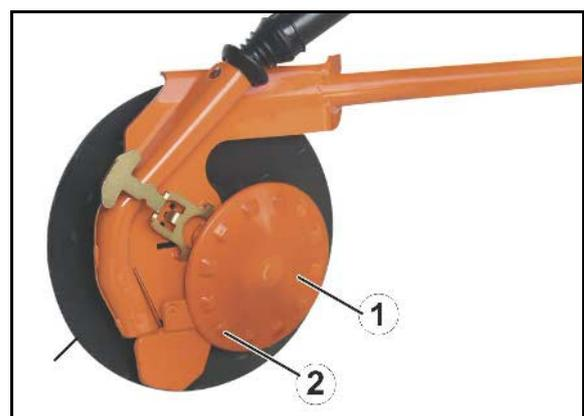

Fig. 29
Le RoTec AMAZONE est conçu pour le semis après labour et le semis mulch. Le sillon est formé par le disque en acier et le corps en fonte. La face interne du disque est nettoyée par le disque souple en polyuréthane (PU) (Fig. 29/ 1), qui est ici pressé contre le disque en acier. Les plots limiteurs (Fig. 29 / 2) contribuent à l'entraînement.